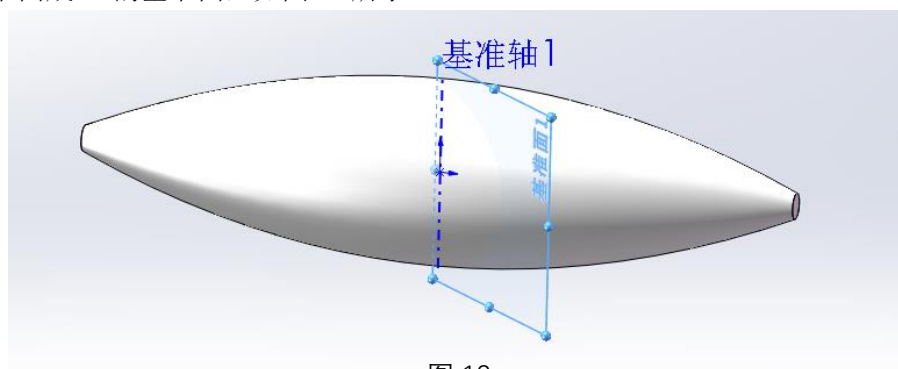

图 12
6.3、以前视基准面和右视基准面相交画出基准轴，并以该基准轴与前视基准面，建立与前视基准面成 $45^\circ$ 的基准面，如图 12 所示。